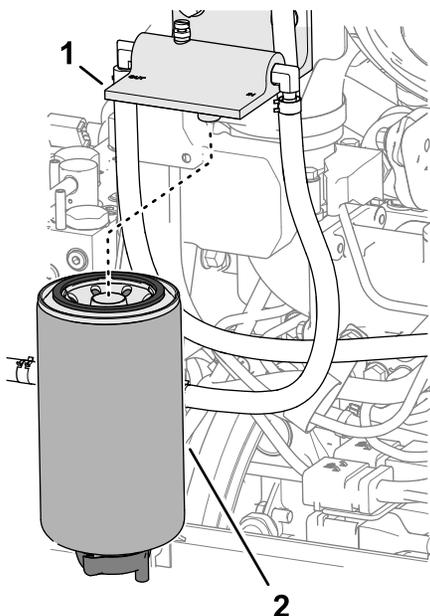

Рисунок 82
2. Очистите фильтр-водоотделитель для топлива и головку фильтра (Рисунок 82).